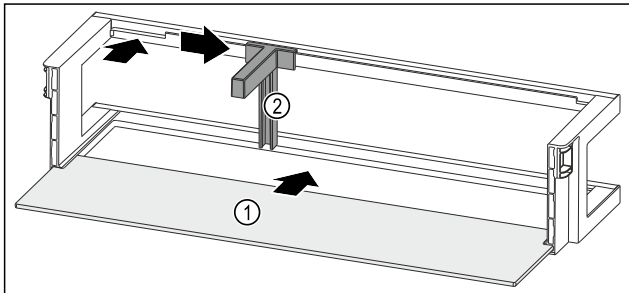

Fig. 53 Дверная полка со съёмной полкой
- ▶ Вдвиньте съёмную полку Fig. 53 (1) в боковые пазы.
- ▶ Установите держатель для бутылок Fig. 53 (2) в выемку.
- ▶ Сместите держатель для бутылок Fig. 53 (2) в нужное положение в сторону.